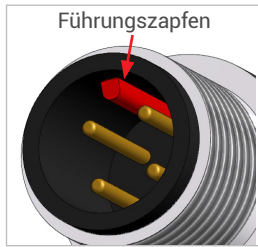
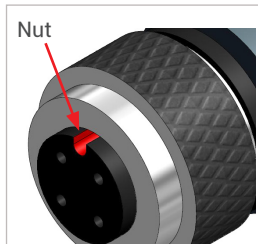

Abbildung 2
Abbildung 3
**Achtung:** Der Führungszapfen des Steckers des Datenkabels muss in die Nut des Steckers des Schnittstellenkabels eingreifen (*Abbildung 2* und *Abbildung 3*).